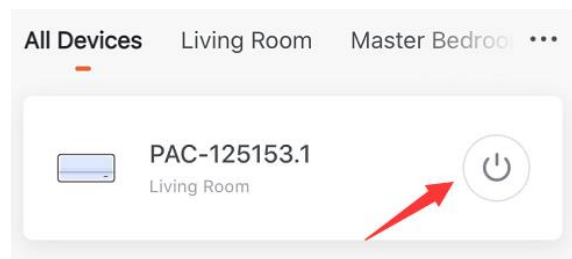

Fig.6
6. Appuyez sur la flèche en haut à gauche, vous pouvez revenir à la page d'accueil, sur laquelle vous pouvez simplement allumer ou éteindre votre appareil. (Fig.6)